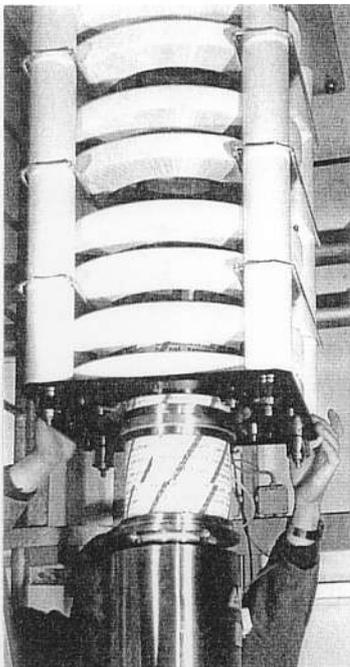

Abb. 36. Aufsetzen des Magnetgestells
- b) Das Magnetgestell wird mit dem Kran über die Kanone und HF - Sektion der Röhre gefahren (Abb. 36.).